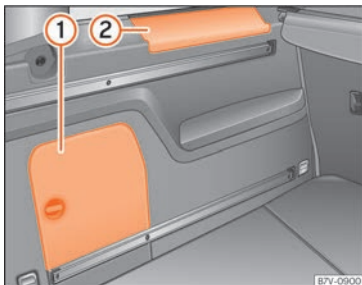

Abb. 167 Im Gepäckraum: seitliches Ablagefach.
Seitlich im Gepäckraum befinden sich weitere Ablagefächer »» **Abb. 167** ① und ②. Zum